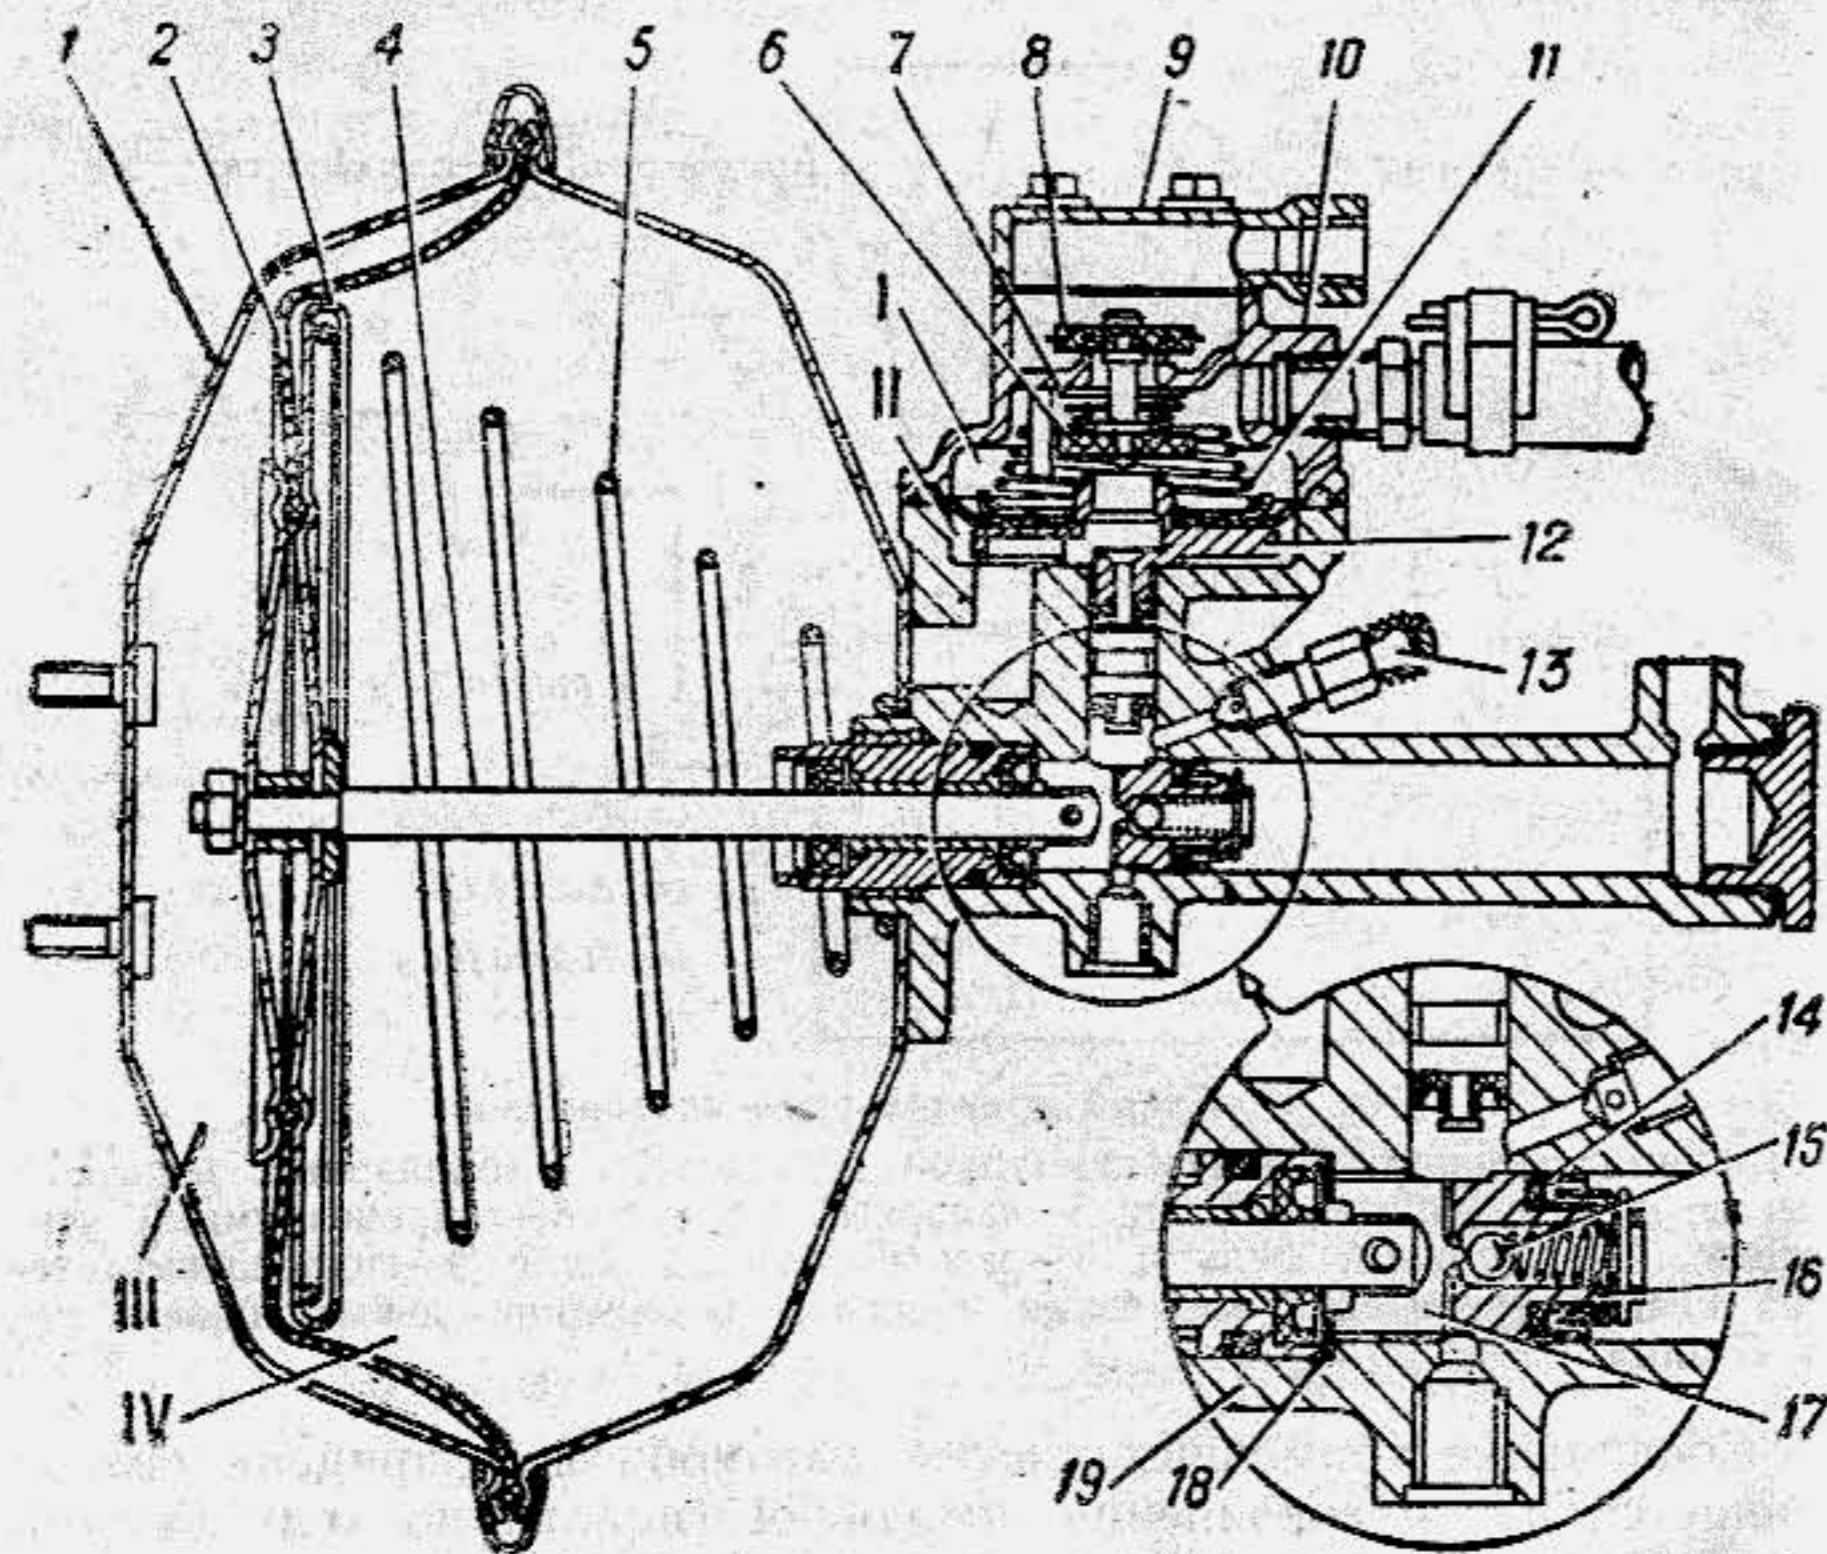

Рис. 48. Гидровакуумный усилитель:
**Гидровакуумный усилитель** (рис. 48) дает возможность остановить автомобиль с меньшей затратой физической силы водителя.